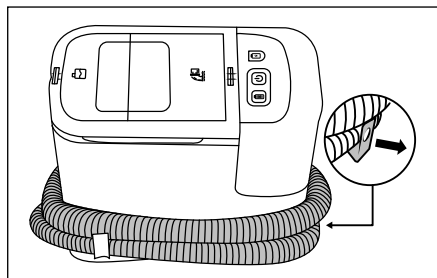

Fig. 10
- ⓘ **Bemærk:** (1) Tøm brugsvandsbeholderen **2** , hvis produktet ikke skal bruges i længere tid. (2) Opbevar kun produktet i ren tilstand. Læs og overhold beskrivelsen i kapitlet **7. Rengøring og vedligeholdelse**.
- ◆ Tag slangeholderen **15** ud af produktet. Læg sprøjte-/sugeslangen **19** om produktet, og brug slangeholderne **15/16** hertil (se fig. 10).